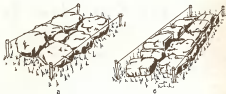

Рис. 2. Каменные кладки:
**Булыжную** кладку (рис. 2, а) ведут следующим образом. Большие камни обычно раскалывают, так как их тяжело поднять и ее всегда удобно укладывать. Основание перед укладкой камней выравнивают. Первый (нижний) ряд, углы и места пересечения стен следует выкладывать из камней больших размеров. Чтобы камень лежал как можно устойчивее, его преворачивают много пересертыть и поверочить несколько раз. Каждый уложенный камень тщательно утрамбовывают, агонят тяжелой трамбовкой в грунт. Выявленные их укладывают по краям траншеи, затем в середине так, чтобы камни лежали как можно плотнее друг к другу. Все промежутки между ними заполняют мелкой щебенкой, уплотняя ее в грунт. Швы залитую раствором или засыпают песком.
**Бутовую** кладку (рис. 2, б) ведут с обязательной перевязкой швов. На углы и наружные края следует укладывать более крупные камни; камни первого ряда обязательно утрамбовывают в грунт, соблюдая при этом же порядок, что и при булыжной кладке.